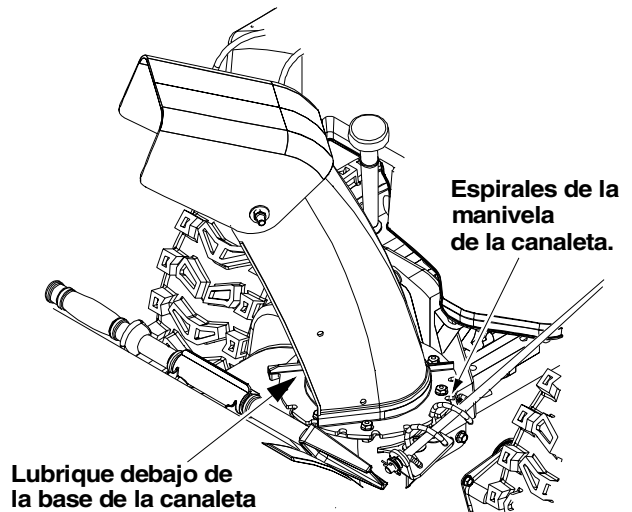

Figura 24
- La base de la canaleta de descarga y los espirales en la manivela de la canaleta deben lubricarse por lo menos cada 25 horas de uso. Aplique el lubricante debajo de la base de la canaleta y donde los espirales hagan contacto con la canaleta de descarga. Vea Figura 24.